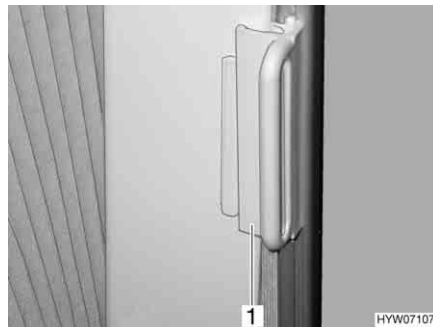

Bild 22 Lås för plisségardiner förar-/passagerarfönster
- Drag upp plisségardinerna för förar-/och passagerarfönstret, drag dem med handtaget (Bild 22,1) över kanten. Plisségardinen är säkrad.